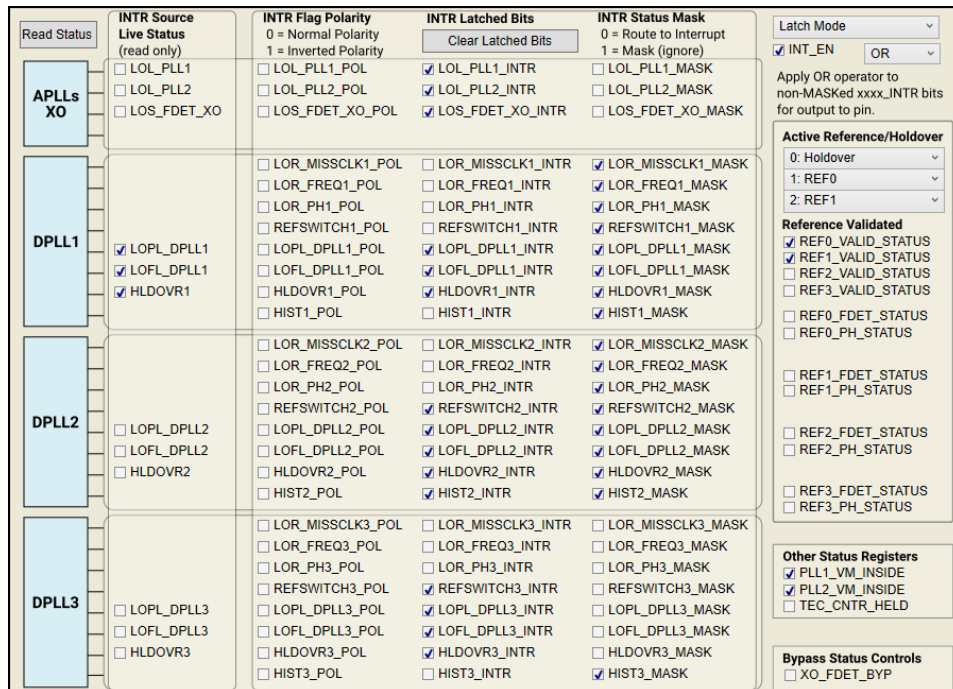

图 2-2. 读取状态位
4. 检查 LMK5C33414A 状态，如图 2-2 中所示。